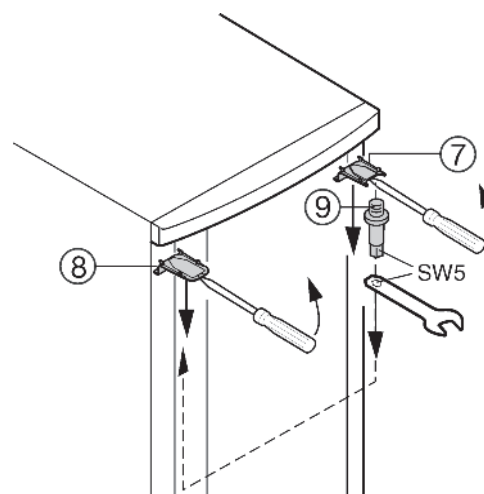

Рис. 5
- ▶ Выведите из зацепления верхнюю крышку (рис. 5 (7)) и крышку (рис. 5 (8)) в направлении вперед с помощью отвертки и снимите их, сдвигая их в направлении вниз под углом.
- ▶ Поверните шарнирный болт (рис. 5 (9)) и снимите его, перенесите его на противоположную сторону и установите на новом месте. Используйте для этого прилагаемый ключ с шестиугольным гнездом.
- ▶ Чтобы установить крышку (рис. 5 (7)) на той стороне, где находится шарнирный болт, вставьте ее заднюю часть и зафиксируйте спереди.
- ▶ Чтобы установить крышку (рис. 5 (8)) на противоположной стороне, вставьте ее заднюю часть и зафиксируйте спереди.
- ▶ Наденьте дверь на шарнирный болт (рис. 5 (9)) и закройте ее.